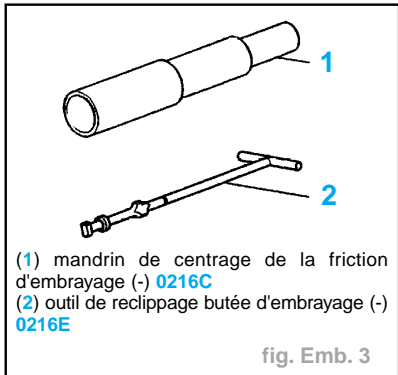

fig. Emb. 3
- Remonter le mécanisme et centrer la friction à l'aide du mandrin (1) (Fig. Emb. 3).